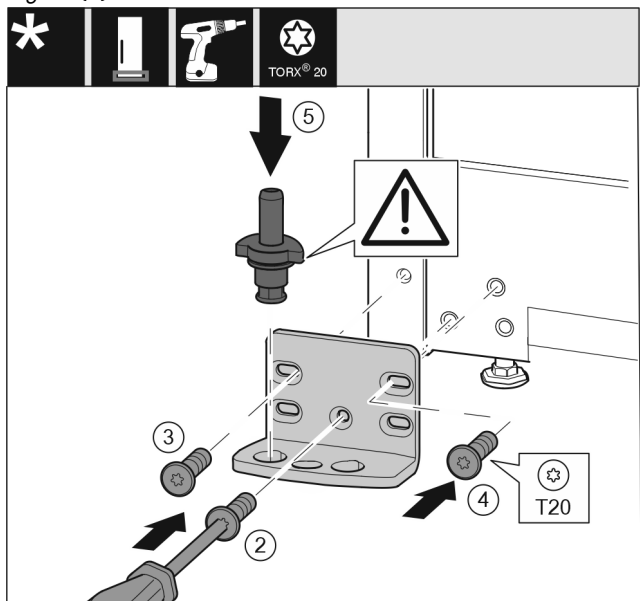

Fig. 15
- ▶ Установите опорный кронштейн с другой стороны и прикрутите с помощью отвертки T20. Начинайте с винта 2 снизу в центре. Fig. 15 (2)
- ▶ Затяните винты 3 и 4. Fig. 15 (3,4)
- ▶ Установите опорный палец в сборе. При этом следите за тем, чтобы выступ фиксатора был направлен назад. Fig. 15 (5)